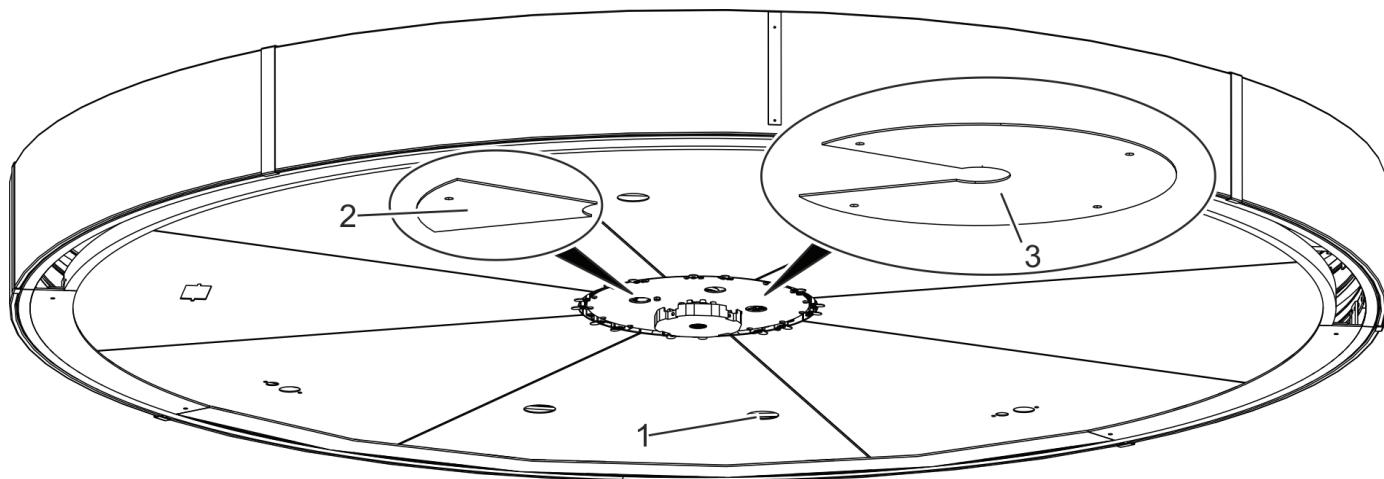

Рис. 134 Закрытие привода
18. При необходимости нужно вставить точечные светильники в существующие отверстия в нижней части потолка (рис. 134/1).
19. Зафиксировать облицовочные диски (рис. 134/2 + 3) в отверстиях со стороны регулятора к нижней части привода (набор винтов 34053501150).